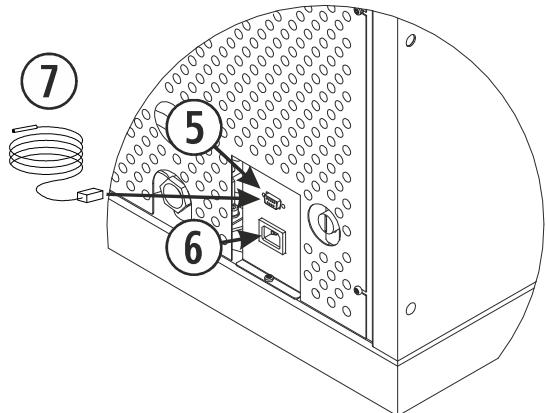

Figura 9
Il termostato di ambiente (7)e il cavo di alimentazione si connettono nella parte posteriore della caldaia come indicato nella *figura 9*. Saprà che la caldaia lo riconosce perché vedremo riflessa la temperatura ambiente nel pannello dei comandi. Se collegiamo un termostato o contatto invece di visualizzare la temperatura ambiente segnalerà (·) indicando che c'è qualcosa collegato alla porta di comunicazione.